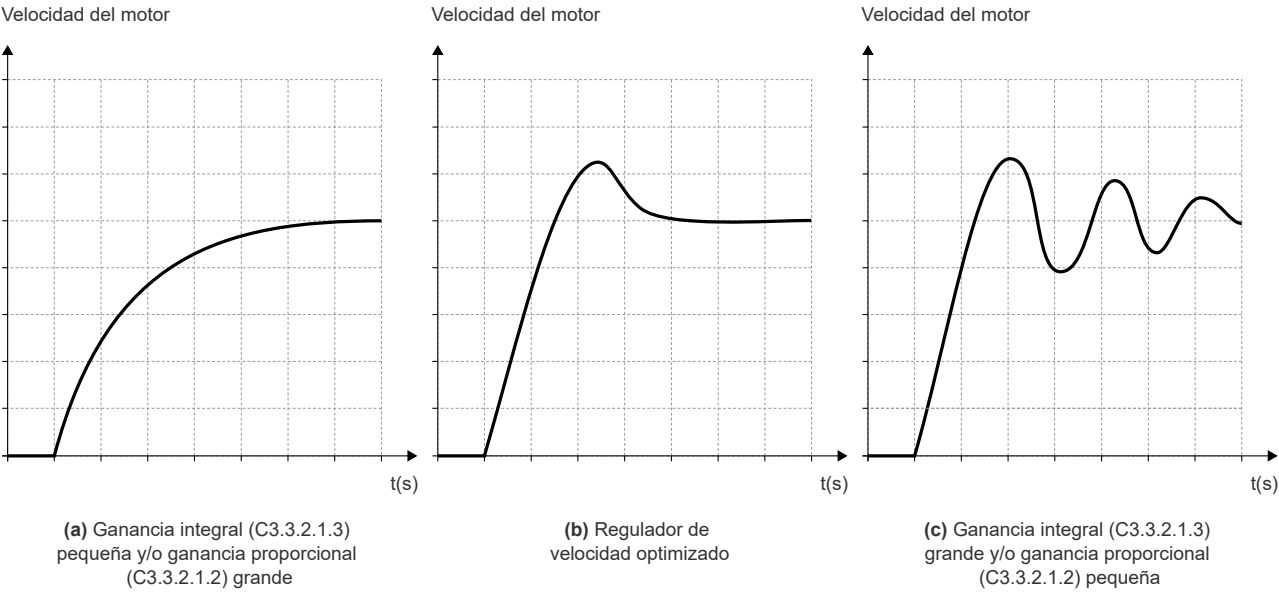

Figura 9.8: (a), (b) y (c) - Tipo de respuestas del regulador de velocidad
6. Verifique entre las opciones de la Figura 9.8 qué forma de onda que representa mejor la señal leída.
7. Ajuste C3.3.2.1.2 y C3.3.2.1.3 en función del tipo de respuesta presentada en la Figura 9.8.